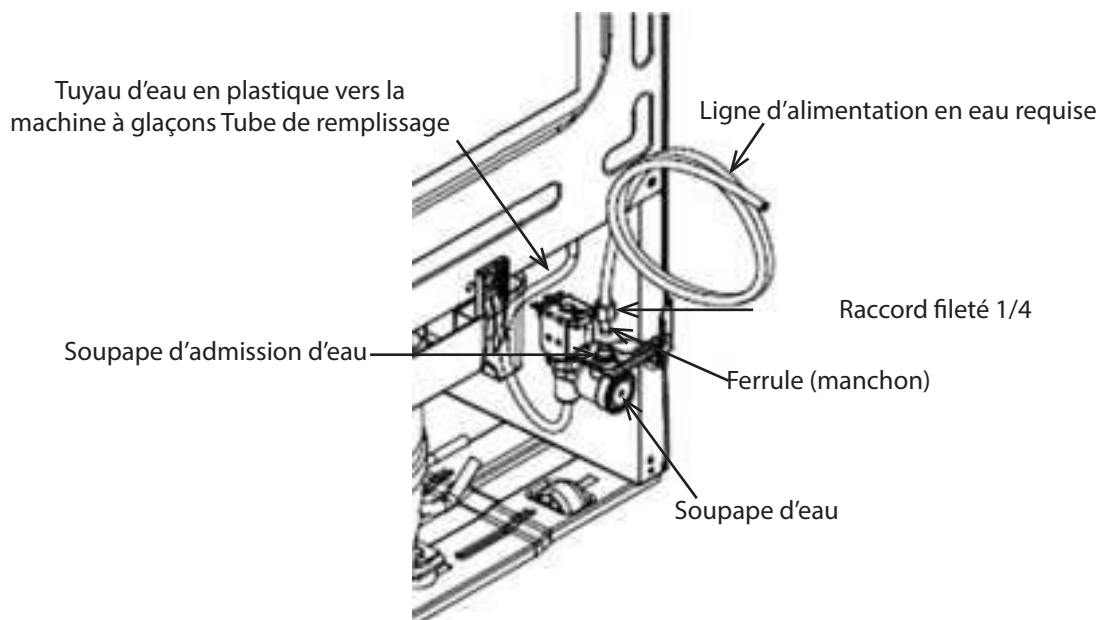

Fig. 6
2. Retirez le capuchon flexible en plastique de l'entrée de la soupape d'eau (Fig. 6).
3. Effectuez les raccordements d'eau appropriés entre le réfrigérateur et l'arrivée d'eau principale (Fig. 6).